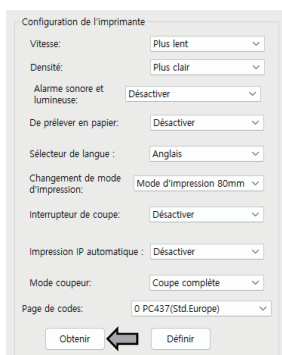

Fig.4
③ Paramètres de fonction de l'imprimante : Ajustez les principaux paramètres fonctionnels de l'imprimante, y compris la vitesse d'impression, le niveau de noirceur et les paramètres d'alerte sonore/lumineuse. Cliquez sur « Obtenir » pour récupérer la configuration actuelle de l'imprimante. Lorsque la fenêtre de confirmation apparaît, cliquez sur « OK » pour continuer (voir les figures 4 et 5).